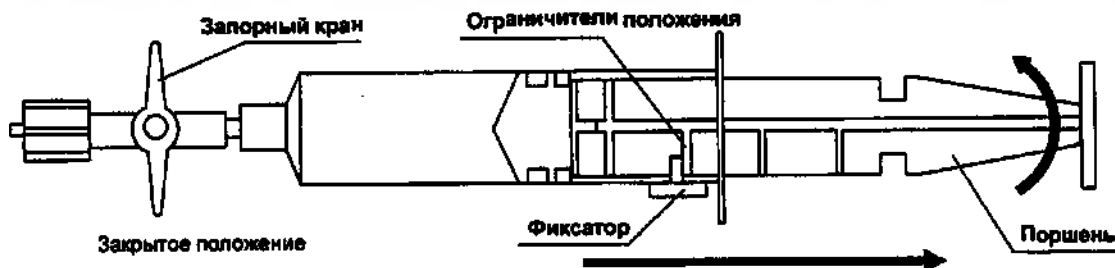

Рис. 9.
4. Оттяните поршень до положения 5 мл, 10 мл, 15 мл или 20 мл и зафиксируйте его, повернув ручку по часовой стрелке, чтобы один из ограничителей положения располагался за фиксатором (см. Рис. 9.).